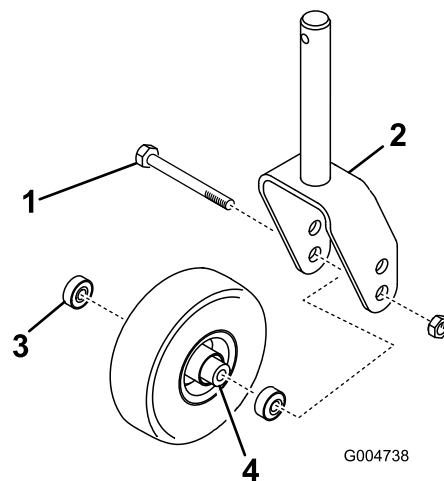
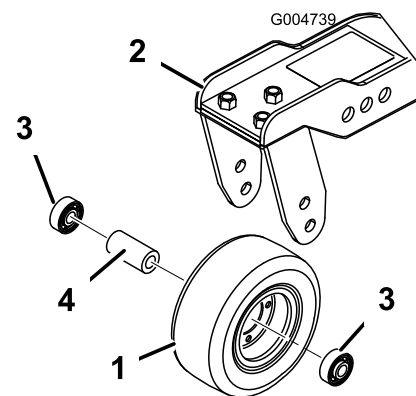

Figura 86
Figura 87
1. Togliete il dado di bloccaggio dal bullone che fissa il gruppo ruota orientabile alla forcella (Figura 86) o al braccio di rotazione (Figura 87).
2. Togliete il cuscinetto dal mozzo della ruota e lasciate cadere il distanziale del cuscinetto (Figura 86 e Figura 87).